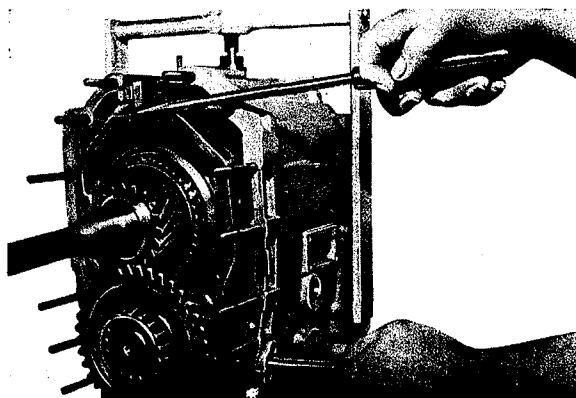

Fig. 48
4. Introduire les axes d'articulation (605 et 615 ou 624) à travers les alésages correspondants du carter et des fourchettes d'enclenchement. Il est alors avantageux de soulever les fourchettes avec un tournevis pour que les alésages soient alignés (fig. 48). Il faut placer les joints (625 ou 634) sous les deux axes d'articulation (605). Visser les vis à tête hexagonale (623 ou 633) en intercalant des rondelles élastiques (622 ou 632), puis, les bloquer.